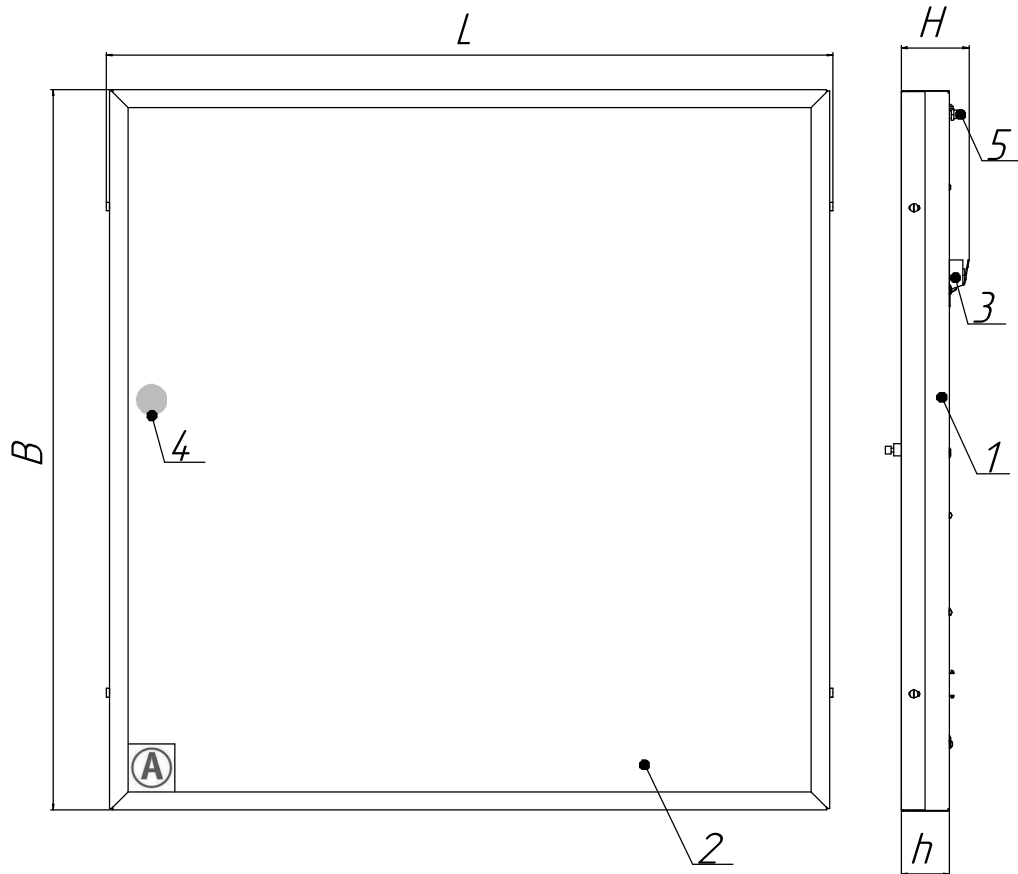

Рисунок 1 - Общий вид светильника серии ДВО12 ЕМ
5.7 Подайте напряжение питания по некоммутированной сети освещения. Индикатор заряда (см. рисунок 1, 3) должен засветиться. Если индикатор заряда не засветился, то необходимо проверить правильность подключения светильника. Затем подайте напряжение питания по коммутированной сети освещения. Если светильник не светит, то проверьте правильность его подключения.